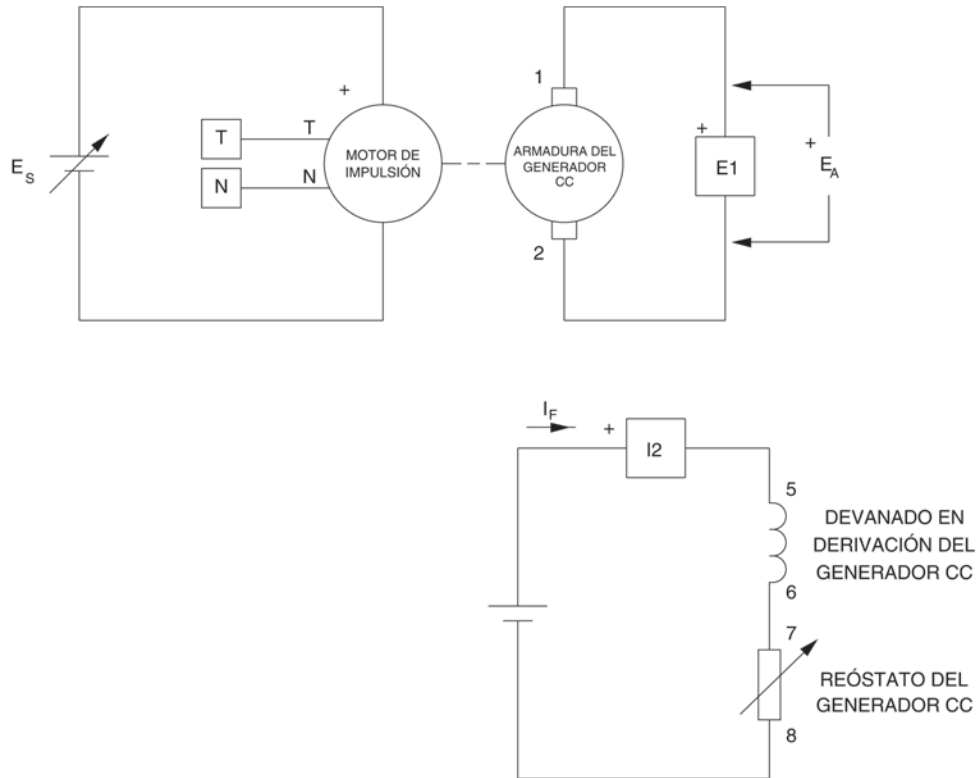

Figura 2-31. Generador CC con excitación independiente acoplado al Motor de impulsión (sin carga eléctrica).
En la primera parte del ejercicio, usted montará el equipo en el Puesto de trabajo, lo conectará como lo muestra la Figura 2-31 y realizará los ajustes apropiados en el módulo Motor de impulsión / Dinamómetro.
- 5. Monte el circuito del generador c.c. con excitación independiente de la Figura 2-31. Note que no hay ninguna carga eléctrica conectada a la salida del generador.